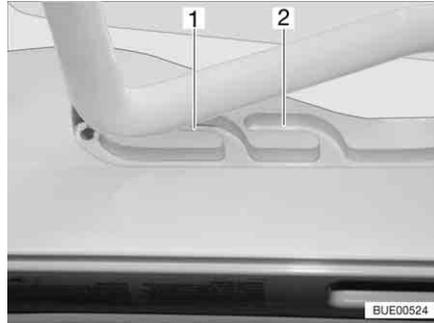
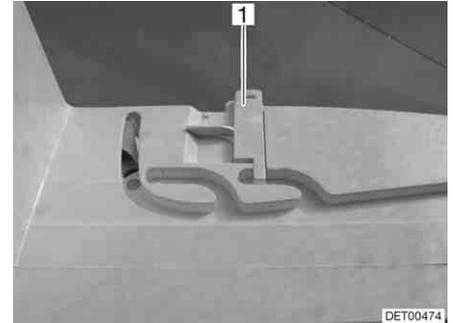

Fig. 56 Claraboya Heki en posición de ventilación
Fig. 57 Bloqueo de la posición de ventilación
La claraboya Heki se puede colocar en dos posiciones de ventilación: Posición de mal tiempo (Fig. 56,1) y posición mediana (Fig. 56,2). Según el modelo, la claraboya podrá ser bloqueada en la posición mediana con el pestillo (Fig. 57,1).
- Presionar el estribo ligeramente hacia arriba y empujarlo en la guía seleccionada (Fig. 56,1 ó 2) y, si fuera necesario, bloquearlo.